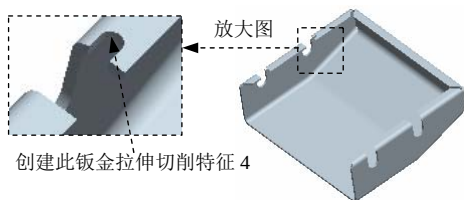

图 11.6.48 镜像特征 1
Step19. 创建图 11.6.48 所示的镜像特征 1。